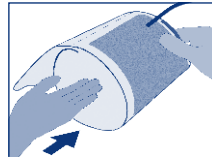
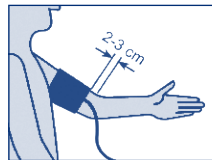

Bild 1
Bild 2
- Schieben Sie die Manschette über den Oberarm, bis die Unterkante der Manschette 2-3 cm oberhalb der Armbeuge liegt (Bild 1, Bild 2).